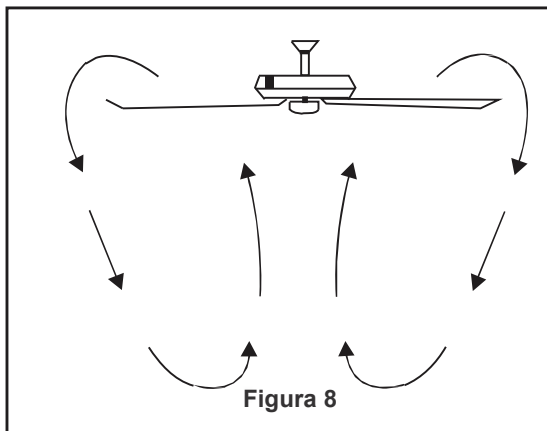

Figura 8
- Clima frío - (Inverso) Una corriente de aire ascendente desplaza el aire caliente de la zona del techo, como se muestra en la Figura 8. Esto le permite ajustar la unidad de calefacción en una configuración más baja sin afectar su comodidad.